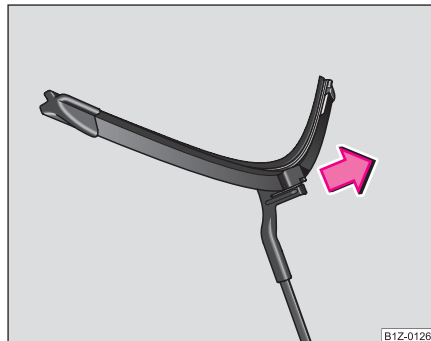

Fig. 48 Scoaterea lamelei
- Trageți lamela în sensul indicat de săgeata ♥ fig. 48 ♥ ⚠.